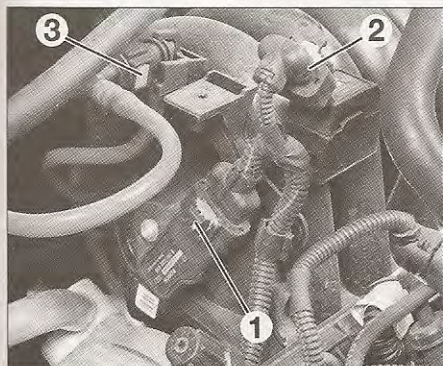

FIG. 19
- el captador de presión y de temperatura (1) sobre el colector de admisión (fig. 19).
- el captador de presión atmosférica (2) de aire sobre el colector de admisión.
- la tubería intermedia (3) de reciclaje de los vapores de combustible.